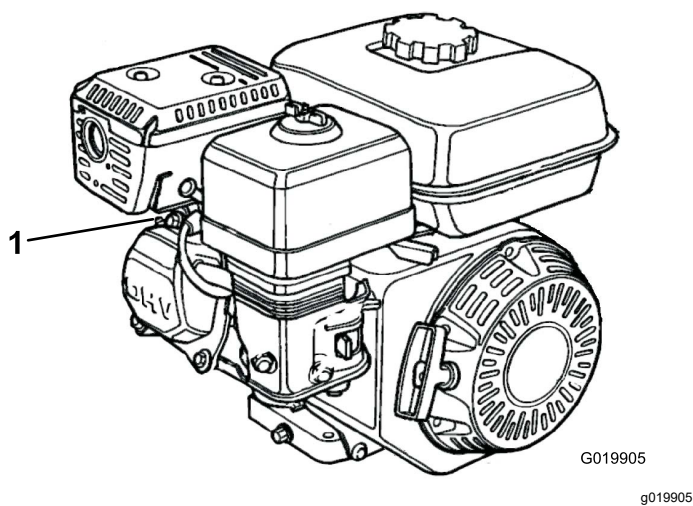

Figura 32
2. Desligue o fio da vela da ignição da vela da ignição (Figura 32).